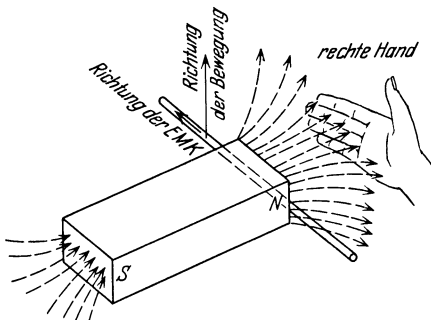

Abb. 51. Erläuterung zur rechten Handregel.
**Gesetz 12: Wird ein Leiter in einem magnetischen Felde so bewegt, daß er Kraftlinien schneidet, so wird in ihm eine elektromotorische Kraft induziert (Abb. 51).**